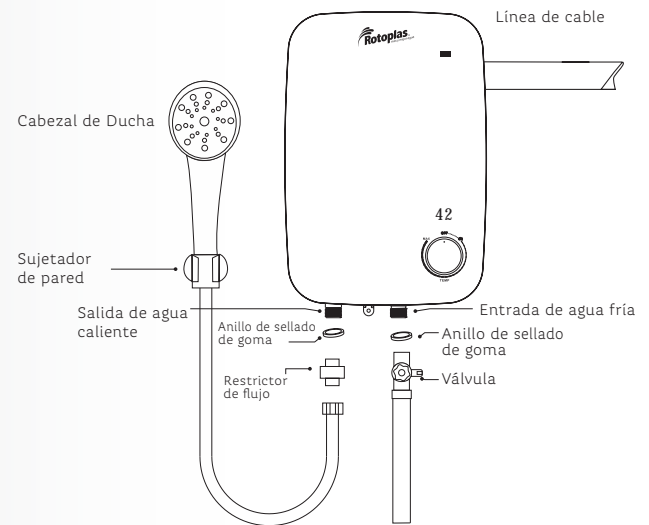

Figura 6. Conexión a conexión de agua.
7. Conecta un extremo del tubo de abasto al punto de suministro de agua y del otro extremo al punto de entrada de agua fría del calentador, ver Figura 6.
9. Recuerda instalar el anillo de sellado de goma, ver Figura 6.